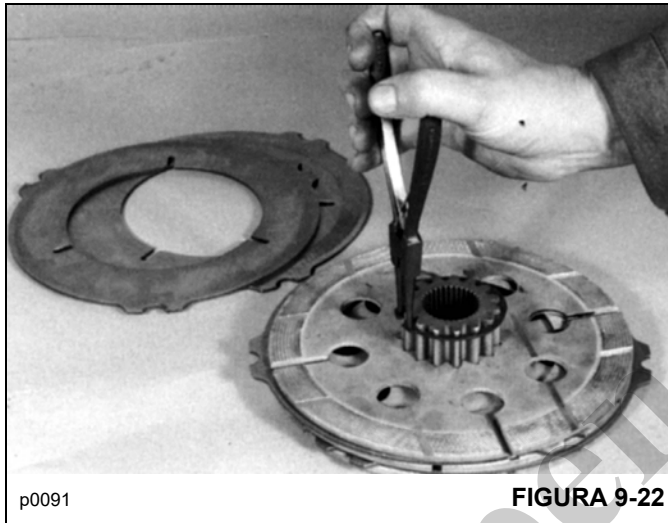

FIGURA 9-22
- Monte as placas de fricção e as contraplacas no transportador. Se o conjunto do freio original estiver sendo reutilizado, retorne as placas às suas posições originais (consulte Desmontagem, etapa 3). Mergulhe as novas placas de fricção em óleo de engrenagem antes de montar. Instale o anel de trava, Figura 9-22.